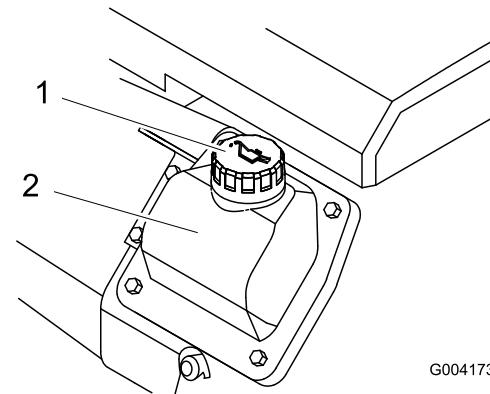

Figura 36
8. Si el nivel de aceite es bajo, límpie alrededor del tapón de llenado y retire el tapón (Figura 36).
6. Retire el tapón de llenado de aceite (Figura 36) y vierta lentamente aproximadamente el 80 % de la cantidad especificada de aceite a través de la tapa de la válvula.
9. Retire el tapón de llenado de aceite (Figura 36) y vierta lentamente aproximadamente el 80 %